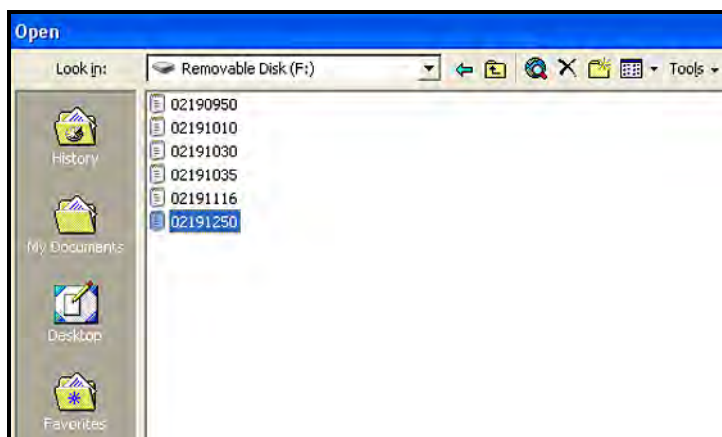

Figura 58: Selecionar o arquivo de registro a abrir
- Clique no nome do arquivo de registro desejado (veja *Figura 58* abaixo).